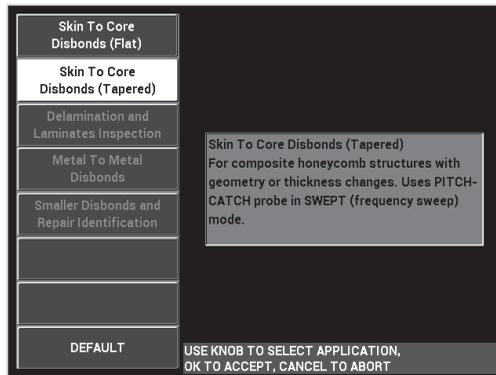

Abbildung 6-18 Anwendung Ablösung Decklage-Kern (n. parallel)
- Wählen Sie die Anwendung **Ablösung Decklage-Kern (n. parallel)** aus und drücken Sie zur Bestätigung auf  (siehe Abbildung 6-18 auf Seite 147).